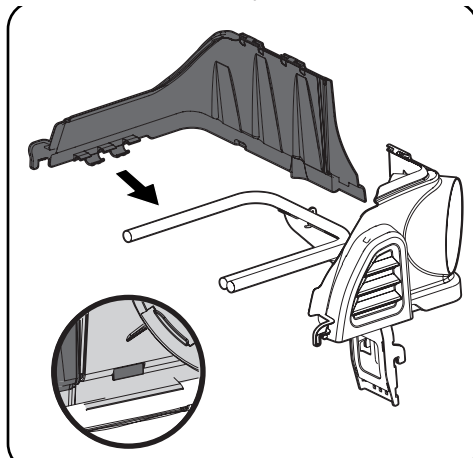

Figure 4-14
1. Insérez le support en plastique de la goulotte supérieure en clipsant d'abord la partie latérale sur la barre (1) de support de l'ensacheuse, comme illustré à la Figure 4-14.
2. Insérez la partie avant de la goulotte de descente à la barre (2), comme illustré à la Figure 4-14.